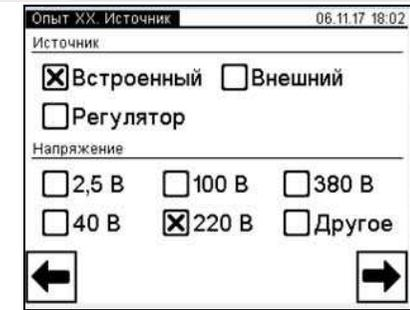

Рисунок 6.37
6) Выбрать значение междуфазного напряжения, при котором опыт XX проводился на заводе-изготовителе, или значение которое было получено при проведении предыдущего опыта XX, для чего нажать, например, в поле "220 В" в подразделе "Напряжение" в окне "Опыт XX. Источник" (рисунок 6.37). Если выбран вариант "Другое", то выполнить указания п.12 раздела 6.2.1.1 (страница 38).
9) Перейти в окно "Опыт XX. Измерение", для чего нажать кнопку  (рисунок 6.37).